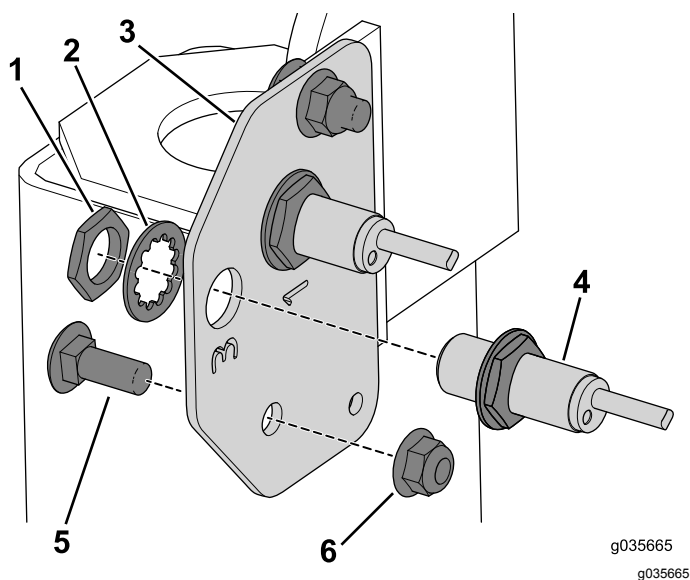

図 17
1. キャリッジボルト3/8 x 1 インチ2本とフランジナットを使って、右側センサープレートを機体に固定する 図 17。
2. 先ほど外した近接センサーを、右側センサープレートに固定するリテーナナットとワッシャを使う 図 17。